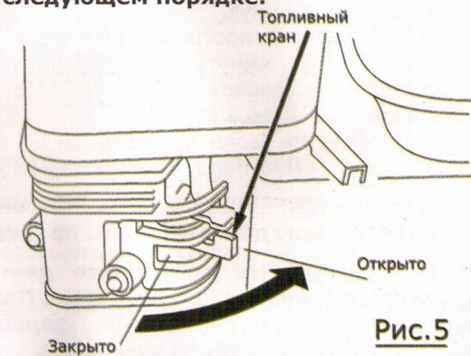

Рис.5
- Откройте топливный кран (рис.5).